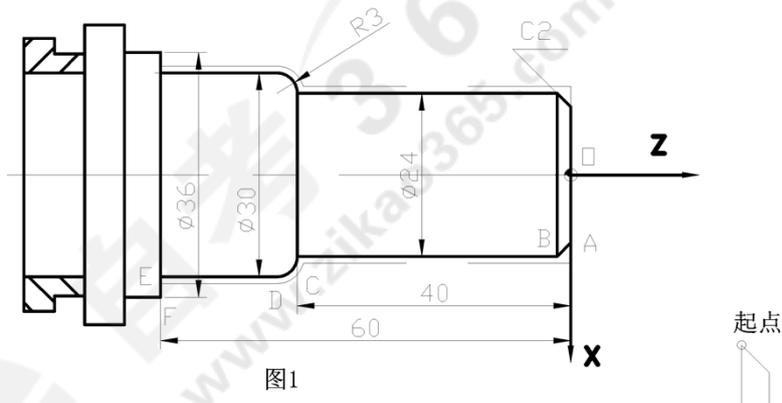

图1
1. 如图 1 所示零件, 粗加工后留下 1mm 精加工余量, 利用插补指令完成精车倒角及外圆轮廓的精加工程序。